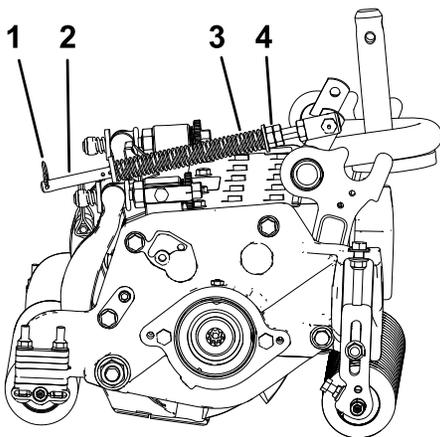

Рисунок 13
1. Убедитесь, что игольчатый шплинт установлен в заднее отверстие штока пружины (Рисунок 13).
2. Затяните шестигранные гайки на переднем конце штока пружины так, чтобы длина сжатой пружины была равна 15,9 см (Рисунок 13).